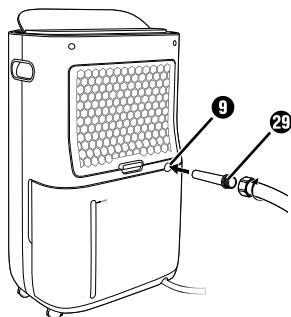

Fig. 4
- ◆ Si vous utilisez l'adaptateur pour tuyau d'arrosage UE 29, vissez maintenant un tuyau d'arrosage sur l'adaptateur pour tuyau d'arrosage UE 29 (voir la figure 4).